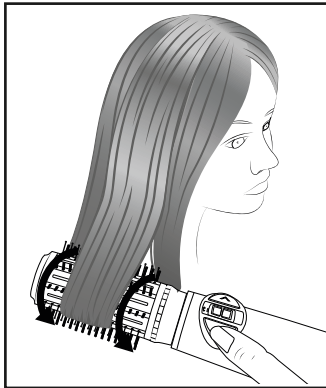

Abb. 1
- ① **Hinweis:** Stylen Sie Ihre Haare erst mit der Rundbürste **8/9**, wenn sie fast trocken sind. Achten Sie darauf, dass sie keine Knötchen enthalten. Diese können vor allem bei längerem Haar dazu führen, dass sich Haare in den Borsten verfangen.
- 5) Halten Sie die Rotationstaste **2 > / 7 <** gedrückt, so dass die Rundbürste **8/9** beginnt sich zu drehen. Setzen Sie mit der Rundbürste **8/9** bei den Haarspitzen an, verteilen Sie dabei die Strähne über die Länge der Rundbürste **8/9** (siehe Abb. 1). Durch die Drehbewegung wird die Strähne aufgewickelt. Lassen Sie die Rotationstaste **2 > / 7 <** los, bevor der Haaransatz erreicht wird. Die Bürste hört auf sich zu drehen.